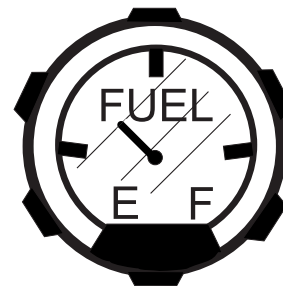

Abbildung 7. Kraftstoffanzeige
1. Stellen Sie fest, ob der Kraftstoffstand im Motor gering ist (Abb. 7). Wenn dies der Fall ist, schrauben Sie den Tankdeckel ab und füllen Sie den Tank mit bleifreiem Benzin. Beim Umgang mit Kraftstoff vorsichtig vorgehen. Motorkraftstoffe sind leicht entzündlich und können bei unsachgemäßer Handhabung gefährlich sein. Beim Tanken **NICHT** rauchen. Keinen Versuch unternehmen, den fahrbaren Glätter bei heißem oder laufendem Motor aufzutanken.